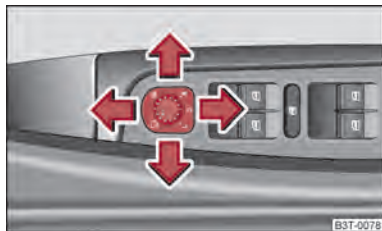

Fig. 55 Parte interior de la puerta: Botón giratorio
- Gire el botón hasta la posición  ⇒ fig. 55.
Si el botón giratorio se encuentra en la posición  ⇒ fig. 55 y se acopla la marcha atrás, la superficie del espejo retrovisor se abatirá un poco hacia abajo. De ese modo, es posible ver el bordillo durante el aparcamiento.